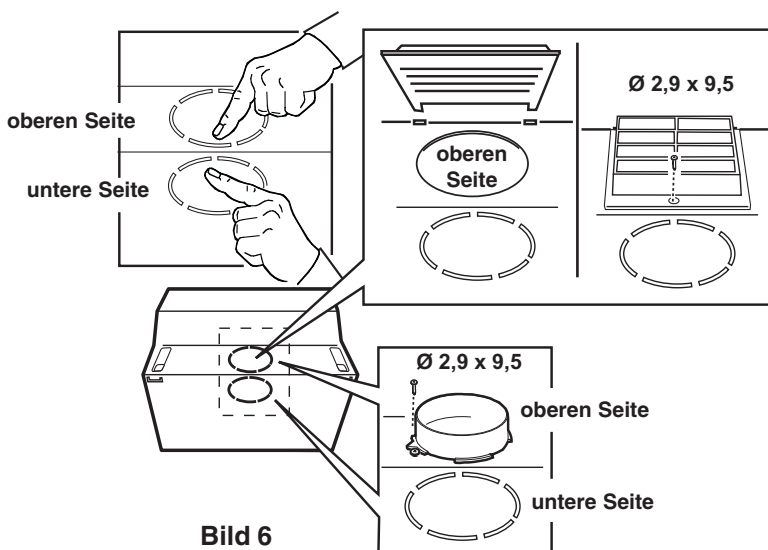

Bild 6
- **Wählen Sie zu verwendende Abluftöffnung- Bild 6:**